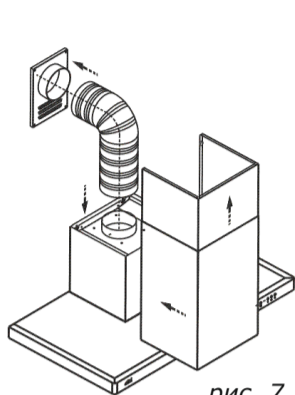

рис. 7
6.3 В зависимости от режима эксплуатации вытяжки соедините вентилятор с вентиляционной решеткой полужестким гофрированным воздуховодом (рис. 7) или установите на вентилятор угольные фильтры (если они предусмотрены - см. табл 1). Угольные фильтры устанавливаются на защитные корпуса вентилятора (рис. 8, 8А)
- будьте осторожны при установке фальштруб (рис. 7), не повредите поверхности из нержавеющей стали. Их легко поцарапать.